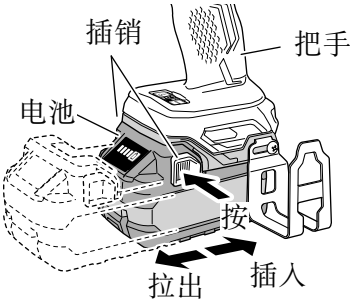

图 7
- 请先紧抓住把手、然后再推压电池插销以拆下电池（参照图 7）。
- 插入电池时请注意极性（参照图 7）。